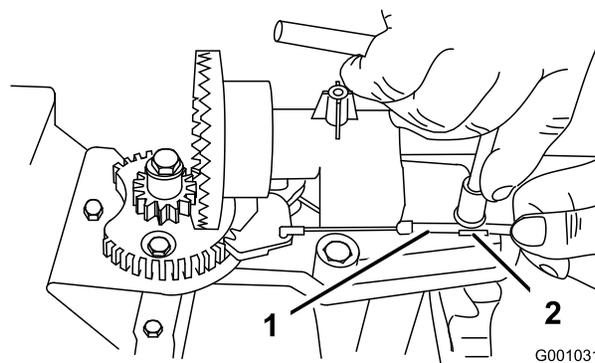
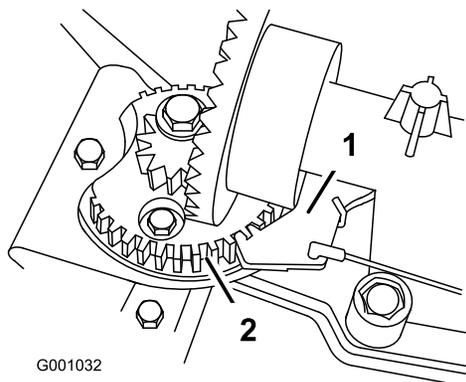

Figure 61
Figure 62
2. Desserrez le boulon du serre-câble (Figure 61).
3. Saisissez la gaine du câble et déplacez-la vers l'avant de la machine jusqu'à ce que le cliquet de verrouillage de l'éjecteur s'engage complètement dans les dents du secteur (Figure 61 et Figure 62).
Remarque: Le cliquet est rappelé par ressort et s'engage naturellement dans les dents du secteur (Figure 62).